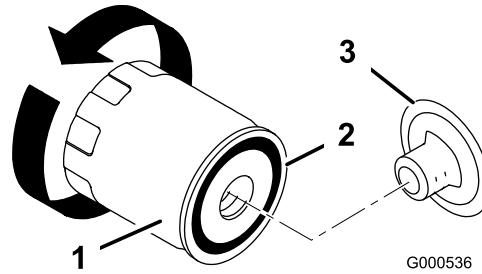

Bild 37
- Wechseln Sie den Ölfilter bei Bedarf (Bild 37).
2. Entfernen Sie den Altfilter und wischen die Dichtfläche am Anbaustutzen (Bild 37) ab.
3. Ölen Sie die Gummidichtung am Ersatzfilter (Bild 37) leicht mit Frischöl ein.
- Setzen Sie den Ersatzölfilter auf den Anbaustutzen auf. Drehen Sie den Ölfilter nach rechts, bis die Gummidichtung den Anbaustutzen berührt. Ziehen Sie ihn dann um eine weitere 1/2 bis 3/4 Umdrehung fest (Bild 37).